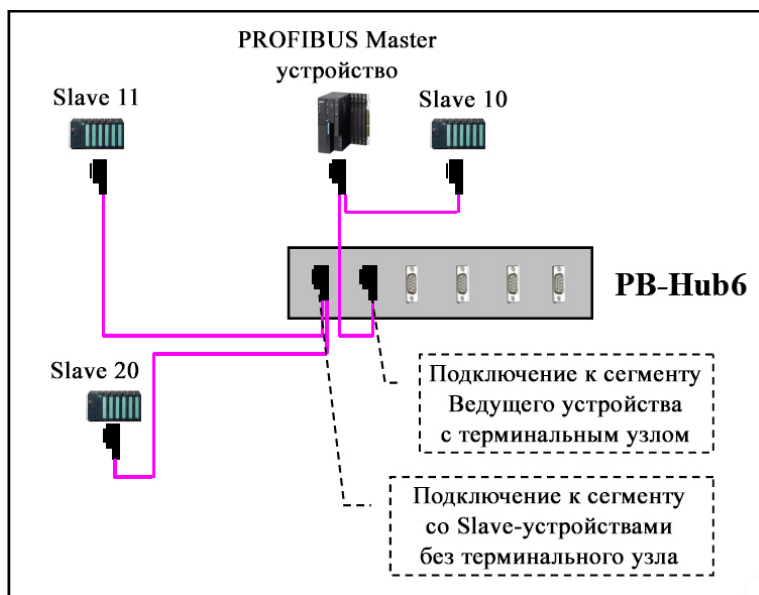

Рисунок 1-3
- 3) **Независимость от типа подключаемого к каналу устройства (Ведущий/Ведомый, Терминальный/Нетерминальный узел):** Ведущее/Ведомое устройство может быть подключено к любому из 6 каналов PROFIBUS. Каждый канал может использоваться как терминальный или нетерминальный узел, см. Рисунок 1-3.